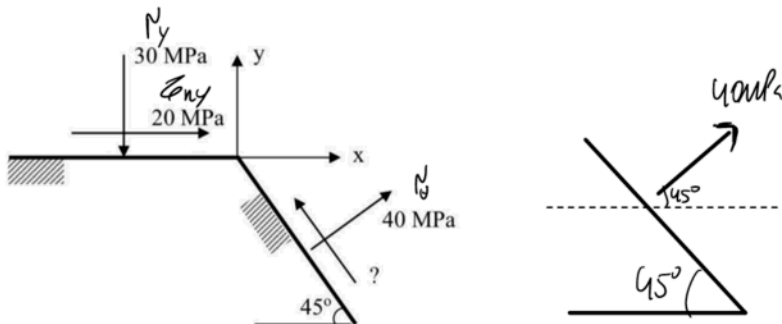

Figura 2.
- b) Supondo que posteriormente se adicionou o estado plano de tensão definido na Figura 2, determine o tensor das tensões resultante relativo aos eixos X, Y e Z.